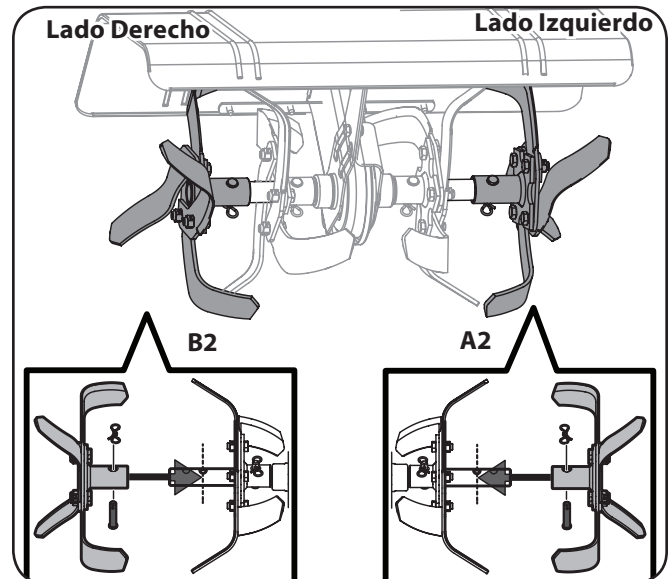

Figura 3-2
3. Use dos pasadores de horquilla y dos chavetas de la bolsa manual. Desde el frente de la cultivadora, instale los externo LH dientes (A2) y los externo RH dientes (B2) en el eje de los dientes exteriores como se muestra en la Figura 3-2.